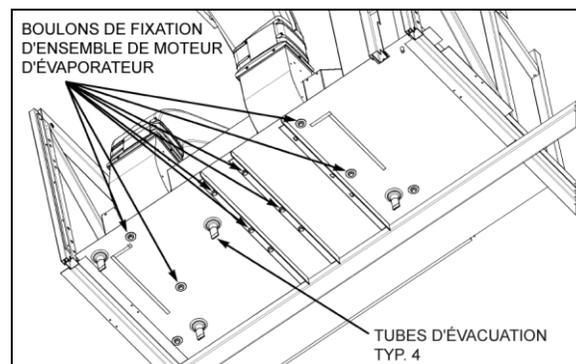

FIGURE 39 : BOULONS DU MOTEUR DE L'ÉVAPORATEUR
7. Depuis le dessous du véhicule, dévisser les huit boulons qui fixent la base du double ventilateur soufflant. Enlever la totalité du double ventilateur du compartiment de l'évaporateur (Figure 39).